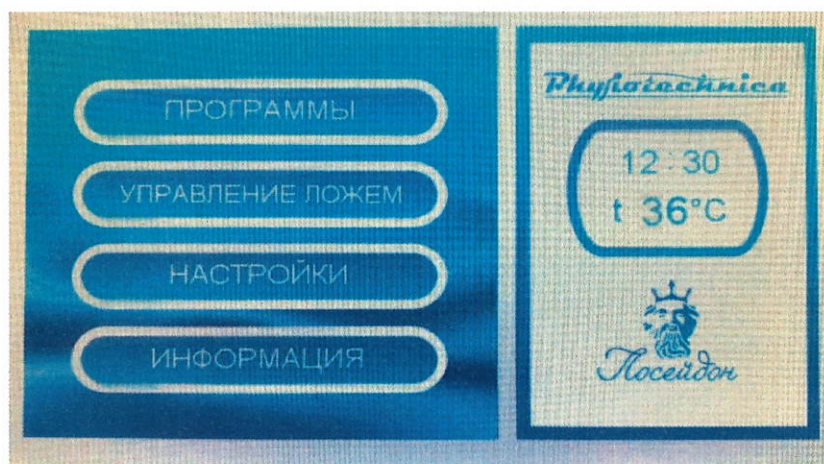

Рис. 9. Основное меню
8.3 При первом включении Ванны зайдите в раздел «НАСТРОЙКИ», нажав на соответствующую кнопку в основном меню (программное обеспечение версии 5.5) (Рис. 9).